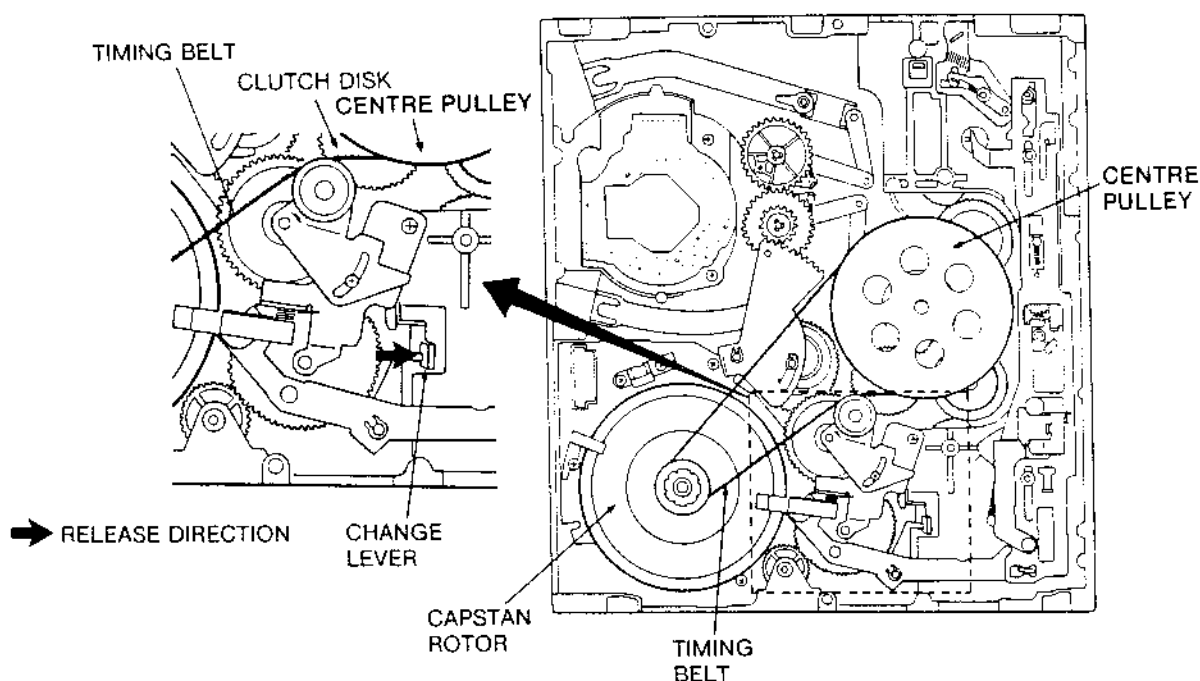

Fig. 1-3
- Den Schalthebel Pos. 122(2) durch Drücken in Pfeilrichtung entriegeln, wie in Fig. 1-3 angegeben.
- Schritt (2) und (3) wiederholen, bis die Kassette ausgeworfen ist.
- Den Schalthebel durch Drücken in Pfeilrichtung entriegeln, wie in Fig. 1-3 angegeben.